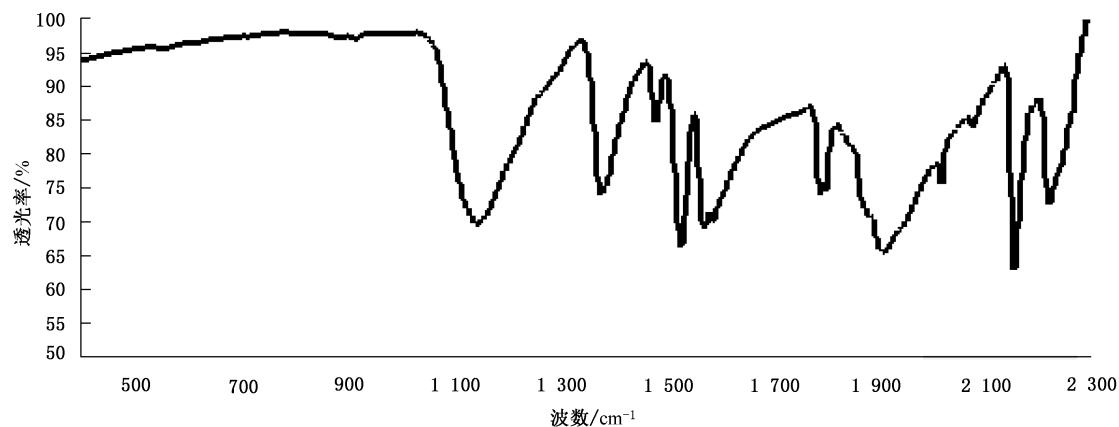

图 B.1 富马酸亚铁对照品参考红外吸收光谱图
- A.2.2.2.4 采用溴化钾压片法,按照 GB/T 6040 的规定试验,试样的红外光吸收图谱应与对照品红外吸收光谱图(见图 B.1)一致。
富马酸亚铁对照品参考红外吸收光谱图见图 B.1。